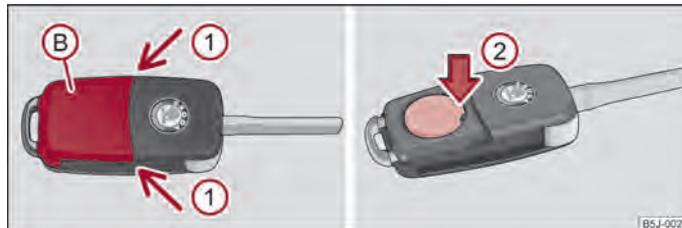

Abb. 10 Funkschlüssel - Deckel abnehmen / Batterie herausnehmen
Jeder Funkschlüssel enthält eine Batterie, die unter dem Deckel (B) untergebracht ist ⇒ Abb. 10. Wenn die Batterie entladen ist, blinkt nach dem Drücken einer Taste auf dem Funkschlüssel die rote Kontrollleuchte (A) nicht ⇒ Abb. 9. Wir empfehlen Ihnen, die Schlüsselbatterie von einem autorisierten ŠKODA Servicepartner wechseln zu lassen. Falls Sie jedoch die entladene Batterie selbst wechseln wollen, gehen Sie wie folgt vor:
- Drücken Sie die Batterieabdeckung mit dem Daumen oder mit einem flachen Schraubendreher an den Stellen der Pfeile ① ab.
- Durch Drücken der Batterie nach unten, an der Stelle des Pfeils ② nehmen Sie die entladene Batterie aus dem Schlüssel heraus ⇒ Abb. 10.